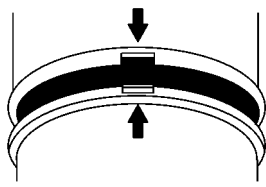

图 2-75 安装新滤芯
(2) 安装新滤芯。安装时，须将滤芯放置在正确的位置上，旋紧蝶形螺母，然后如图 2-75 所示扣上盖。